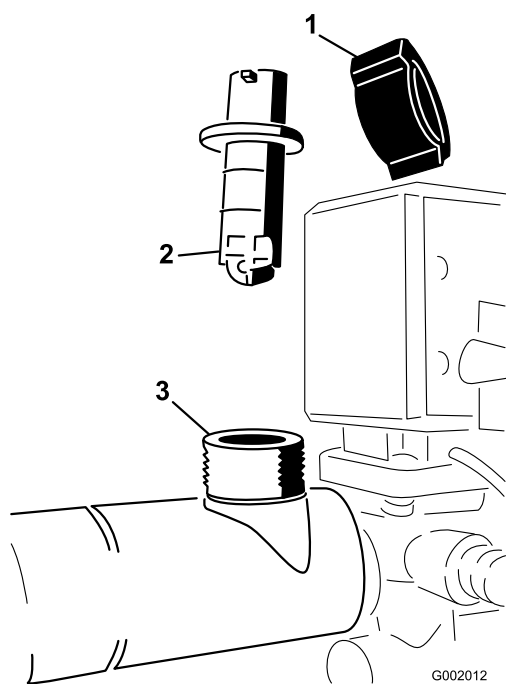

Figura 76
2. Togliete il coperchio dal corpo del flussometro (Figura 76).